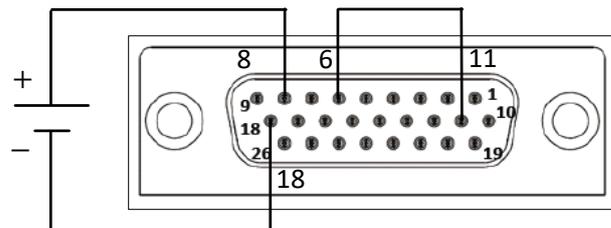

図3-4 外部電圧印加による出力電圧のリモートアナログプログラミングの接続
2. 図3-4に示すようにJ1コネクタの配線を行い、ACパワースイッチをONにしてください。